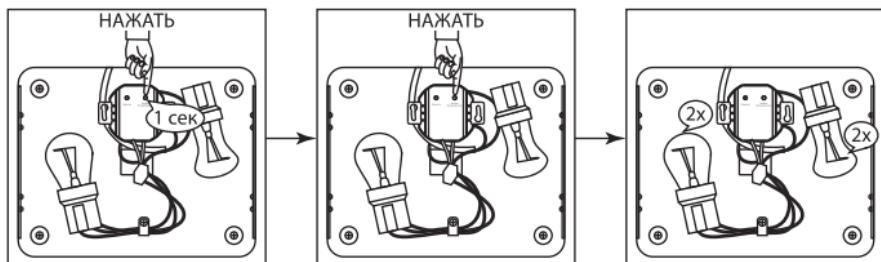

Рисунок 9. Удаление всех кодов из приемника M1
6.6. Для удаления всех кодов необходимо войти в режим программирования и далее повторно нажать на кнопку программирования. Светодиоды на приемнике и подключенная нагрузка в качестве подтверждения включаются и выключаются 2 раза (рисунок 9).